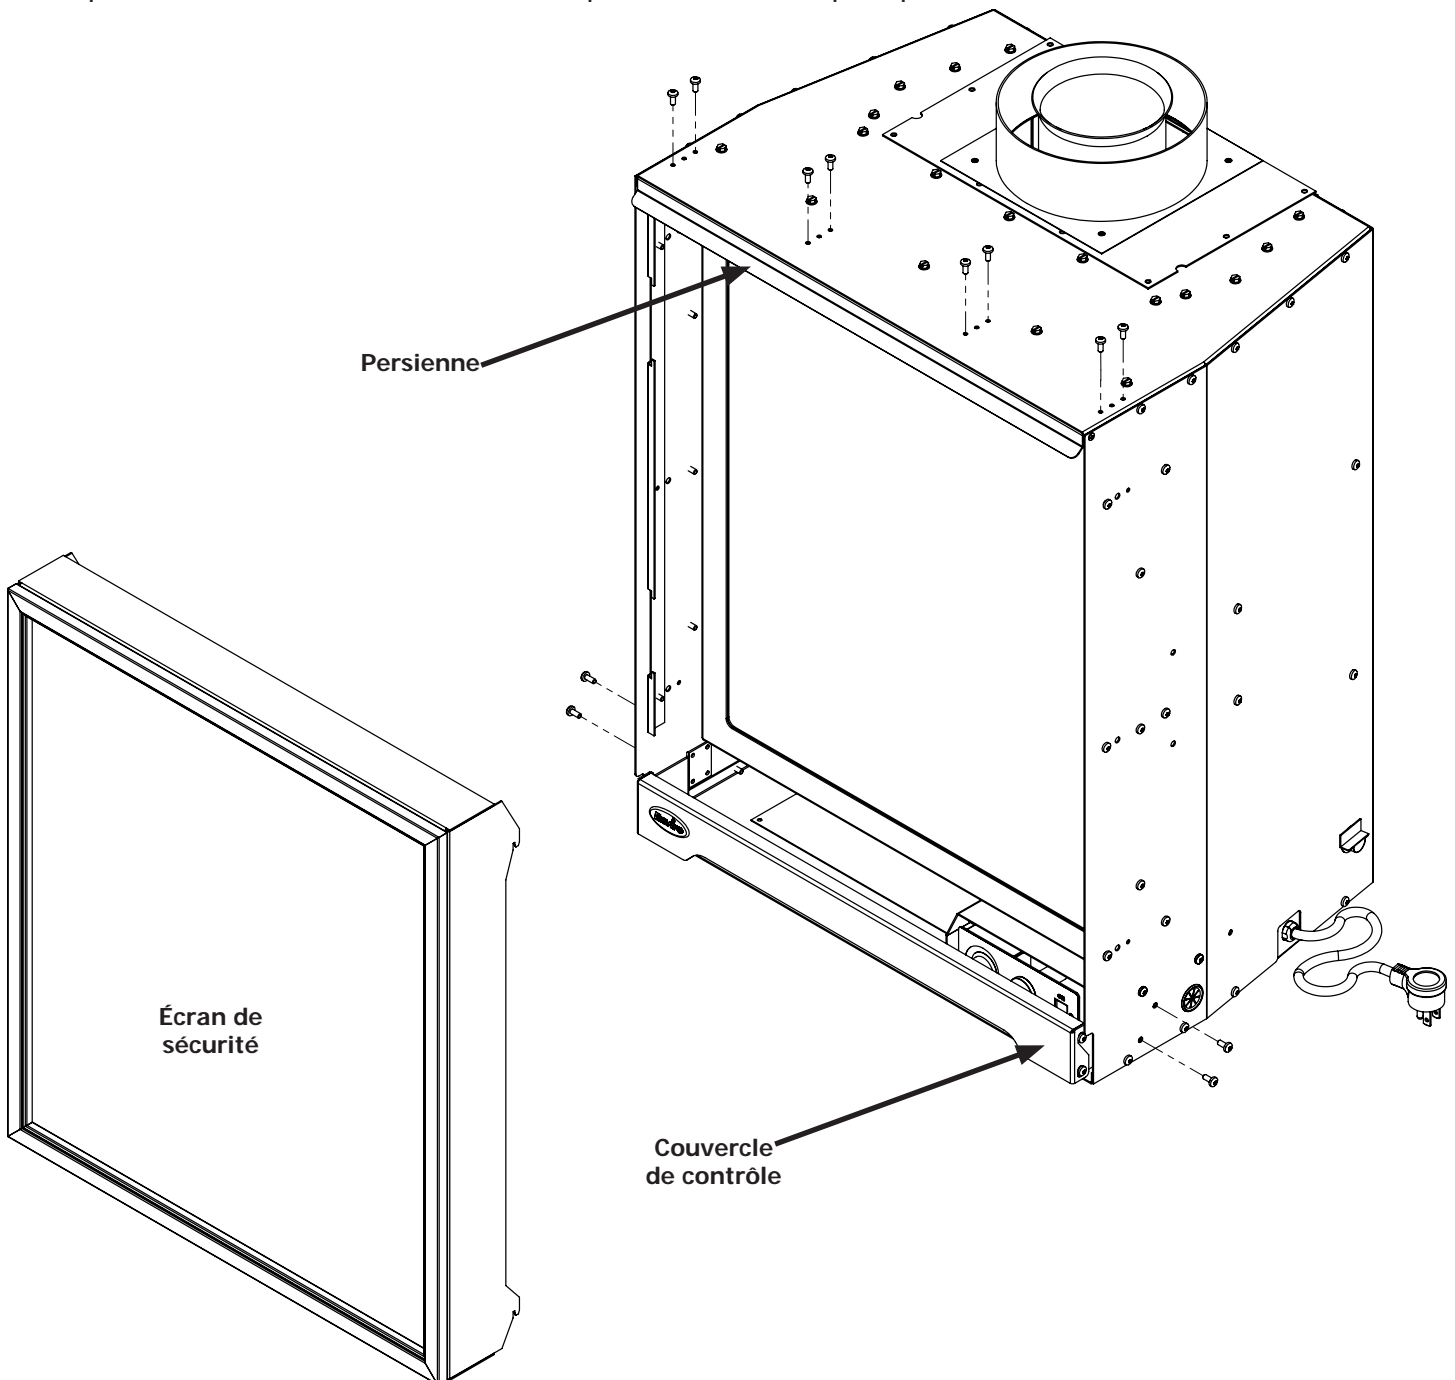

Figure 34: Installation du panneau surround
2. Utilisez un tournevis T20 pour retirer les deux (2) vis de chaque côté du couvercle de commande comme indiqué sur la Figure 34.
3. Utilisez le même tournevis pour retirer les huit (8) vis T20 qui maintiennent le volet au sommet de l'armoire.